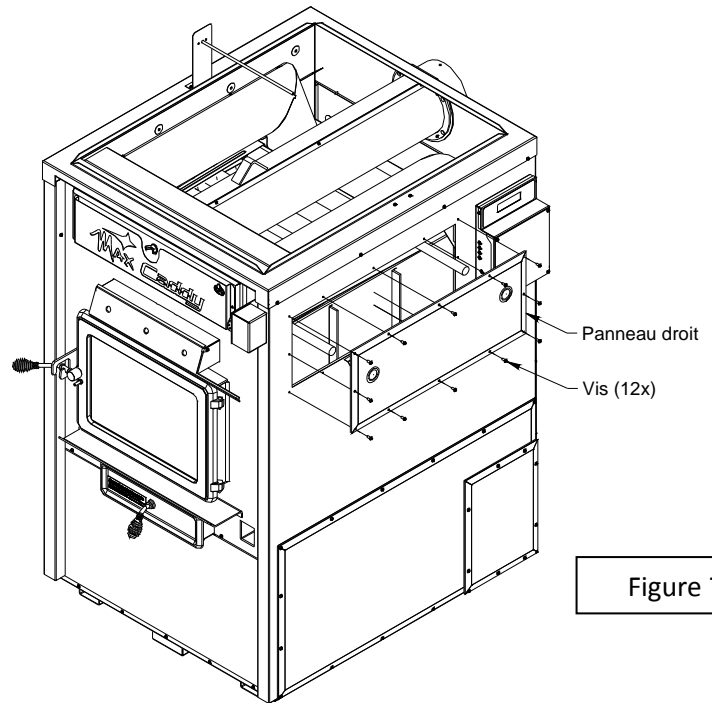

Figure 7
Étape 5: Insérez puis glissez les tubes dans les œillets du panneau. Fixez le panneau à l'aide des vis que vous aviez conservées à l'étape 2. (Figure 7)